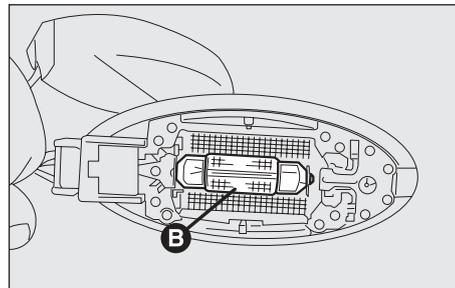

Abb. 55
– Die Glühlampe (**B, Abb. 55**) nach ausziehen und von den Seitenkontakten befreien.